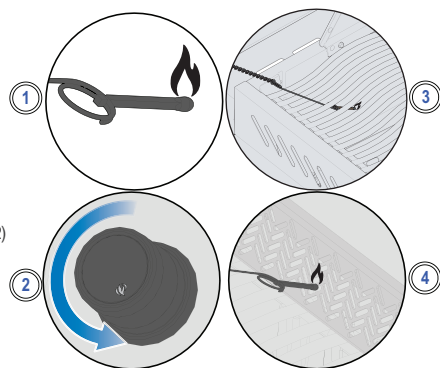

Fig. 3
3. Jednocześnie obracać odpowiednim pokrętłem palnika do góry. (Rys. 3)